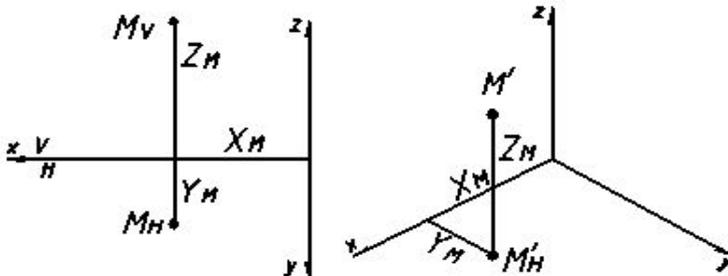

Fig. 7.3
- se trasează axele axonometrice sub un unghi de  $120^\circ$  între ele (fig. 7.3);
5. Se alege *layer*-ul „Contur” și , utilizând procedeul din fig. 7.3, se construiește reprezentarea axonometrică izometrică. Pe parcurs se tastează <F5> pentru comutarea transparentă pe planele izometrice de lucru. Practic sunt parcurse circular cele trei plane izometrice.